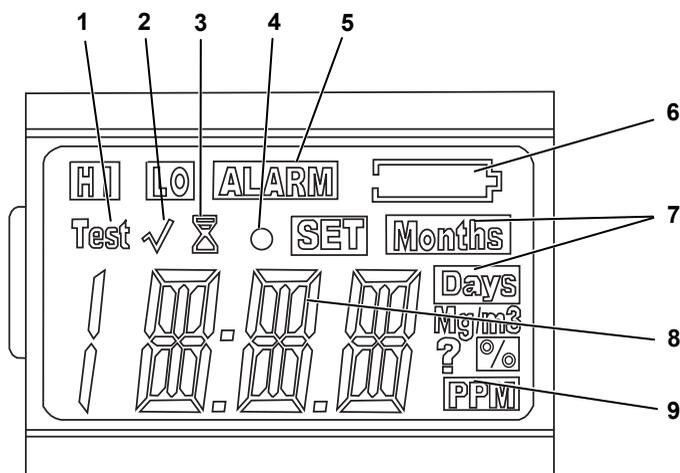

Fig. 2 Display
- l'indicatore di avviso batteria (voce 5 nella Fig. 2) non sia visualizzato e